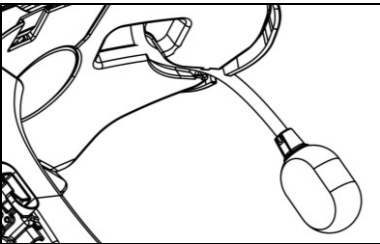

Fig. 9
- Positionnez le microphone dans le logement ad hoc sur le côté droit du casque, en insérant le bras du microphone dans la rainure présente sur la structure de fixation de la mentonnière (Fig. 9).